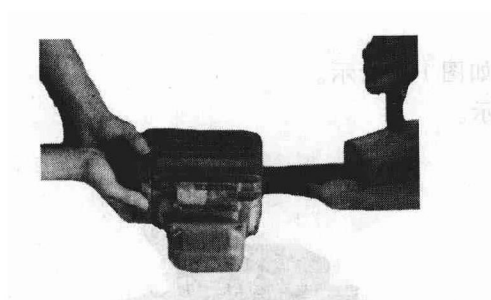

图 1-13 敲打前端盖的内部
- ① 用硬杂木条从后端伸入，顶住前端盖的内部敲打，如图 1-13 所示。